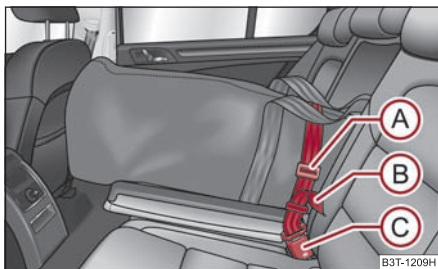

Fig. 122 Fixation du sac à la boucle de la ceinture centrale des sièges arrière
- Introduisez la ceinture de sécurité du sac (A) dans la boucle centrale (C) ⇒ fig. 122.
- Tirez énergiquement sur l'extrémité libre (B) de la ceinture.